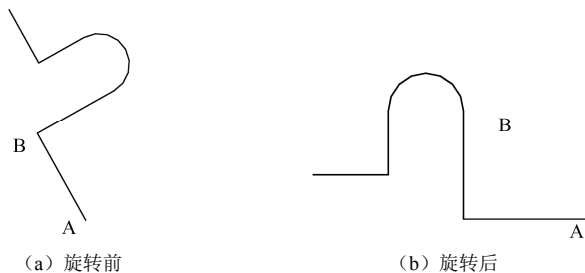

图 4-29 参照旋转示例
**【例 4.15】** 请打开“图 4-23.dwg”, 通过参照旋转将图 4-29 (a) 图形旋转到水平位置。
结果如图 4-29 (b) 所示。